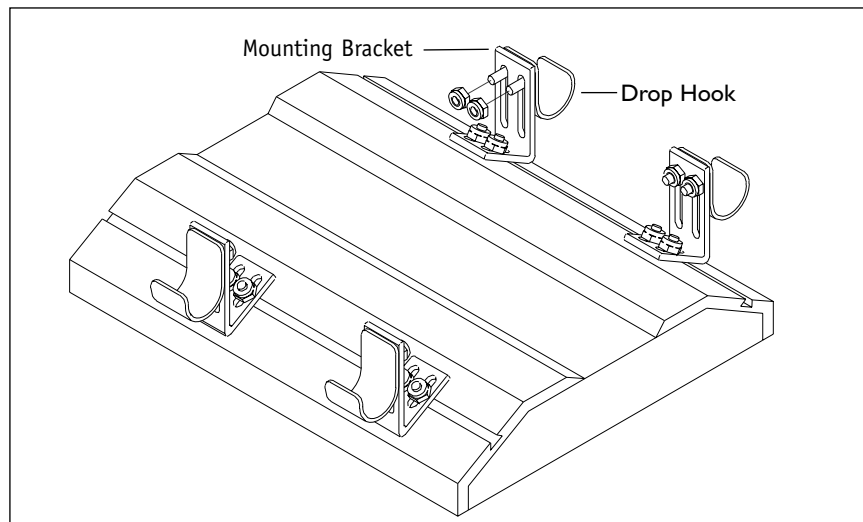

Figure 4
1. Loosen the two nuts attaching the Drop Hook to the Mounting Bracket (Figure 4).
1. Allentate i due dadi che fissano i ganci di fissaggio alle staffe di supporto (fig.4)